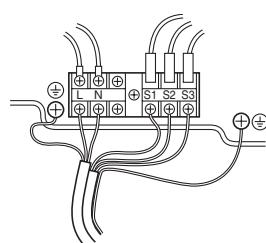

**Fig. 6-1**
## **6.1. Utomhusenhet (Fig. 6-1, Fig. 6-2)**
- ① Ta bort servicepanelen.
- ② Hänvisa till fig. 6-1 och fig. 6-2 när kablarna dras.